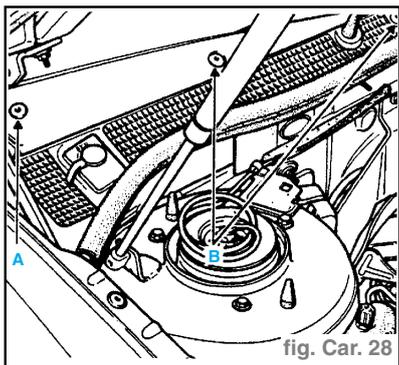

fig. Car. 28
Attention : Les deux vis extrêmes (A) sont vissées, les vis (B) fixées par quart de tour. (fig. Car. 28)